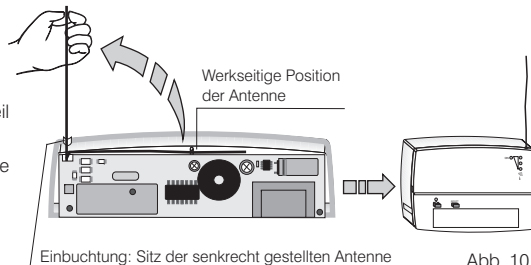

Abb. 10.i
- Führen Sie die Antenne durch die kleine Einbuchtung, die eigens dafür vorgesehen ist (Abb. 10.i)